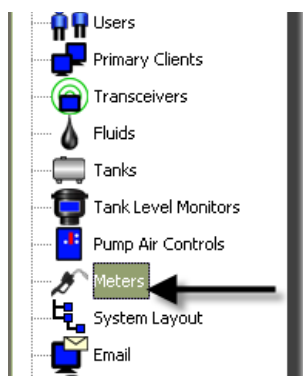

Рис. 118
1. Щелкните на значке «Meters» [Расходомеры] (Рис. 118) из перечня на панели системы Matrix. Отобразится экран «Meters» [Расходомеры].